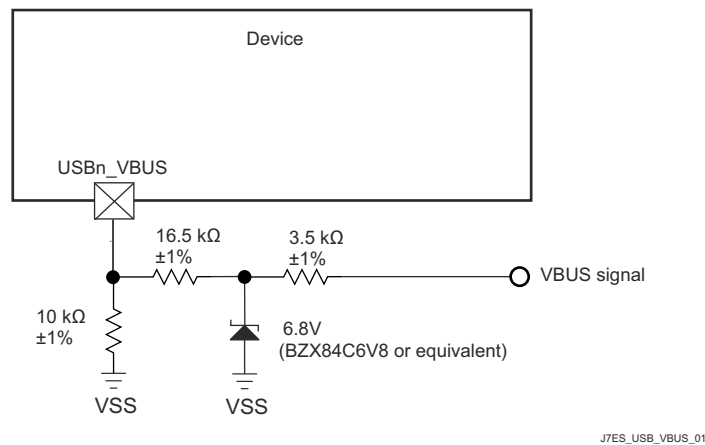

図 7-4. USB VBUS 検出分圧器 / クランプ回路
このデバイスでは、外付けの分圧抵抗を使用して VBUS 信号電圧を下げる必要があります (図 7-4 を参照)。これにより、実際のデバイスピン (USB0_VBUS) に印加される電圧が制限されます。これらの外部抵抗の許容誤差は 1% 以下、ツェナー ダイオードの 5V でのリーク電流は 100nA 未満とする必要があります。(1)
デバイスの電源がオフのときに VBUS が印加された場合、図 7-4 に示す外部回路によって実際のデバイス ピンへの入力電流が制限されるため、USB0_VBUS ピンはフェイルセーフであると考えられます。